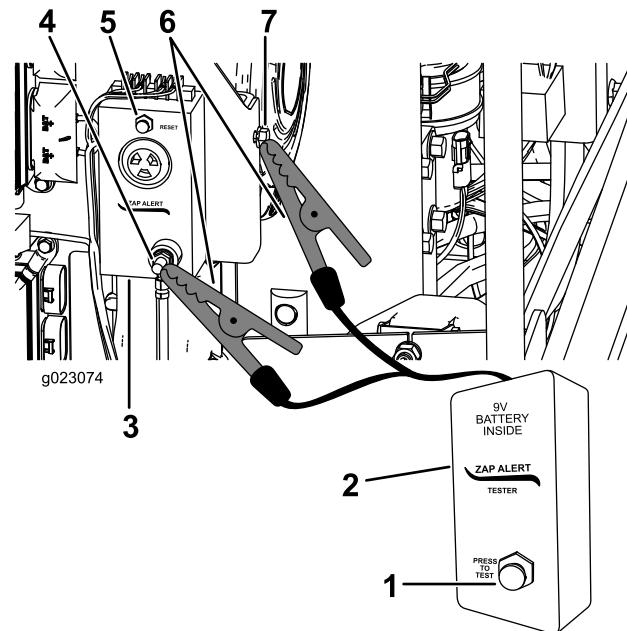

Figura 65
3. Conecte uma das garras jacaré do aparelho de teste do Zap-alert ao terminal de aterramento do sistema Zap-alert (Figura 65).
5. Pressione o botão de teste no aparelho de teste do Zap-Alert (Figura 65).
6. Pressione o botão de rearma do Zap-Alert para suprimir o alarme (Figura 65).